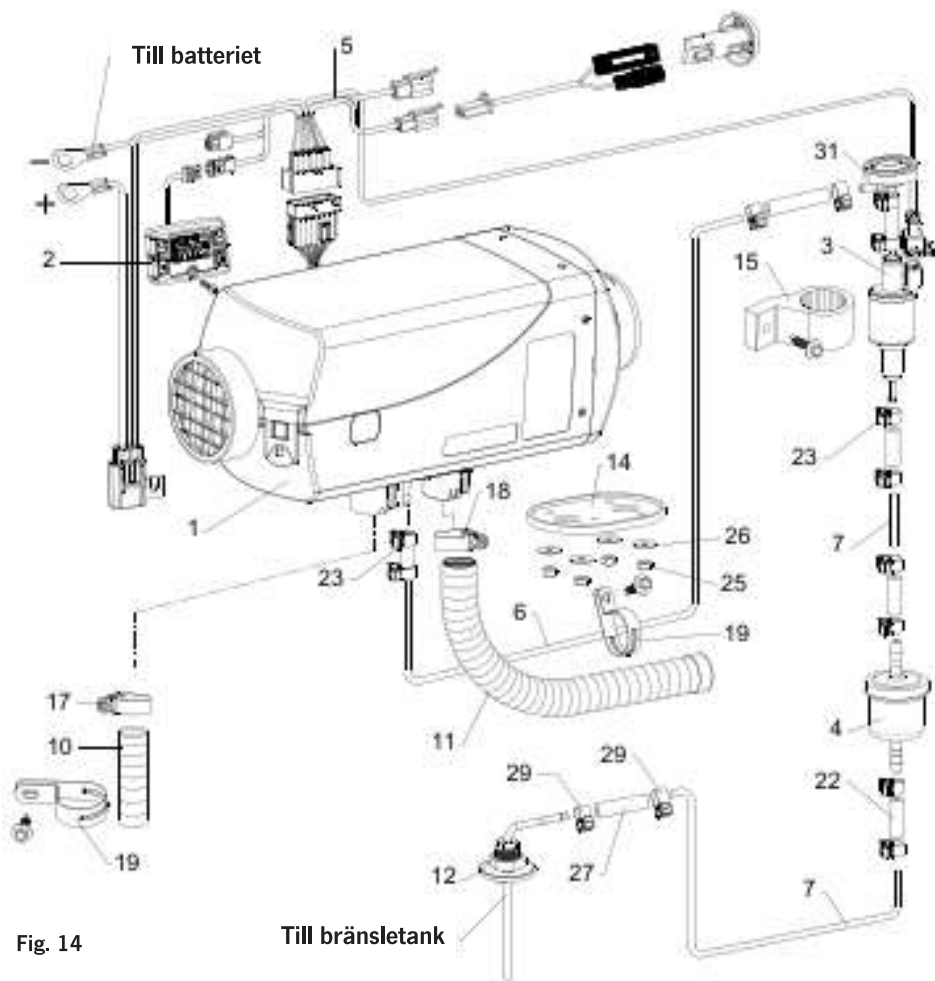

Fig. 14
32. VanHeat 4.0-DH | Produktinformation | Reservdelslista (se bild 14)